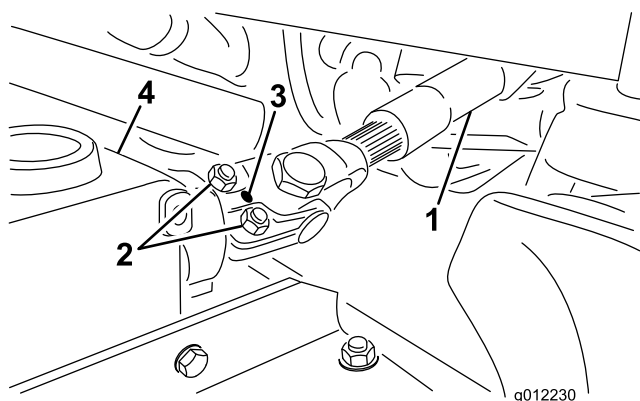

図 4
- A. ヨークとギアボックスのシャフトからロールピンを取り外す（図 4）。
- B. キャップスクリュー（2本）とロックナットをゆるめる（図 4）。
- C. ロールピンを使って、ヨークを刈り込みデッキのギアボックスに固定する（図 4）。
- D. ヨークとギアボックスを接続しているロックナットを締め付ける（図 4）。ロックナットを 175-225 in-lb（20-25 Nm=2.0-2.6 kg.m）にトルク締めする。